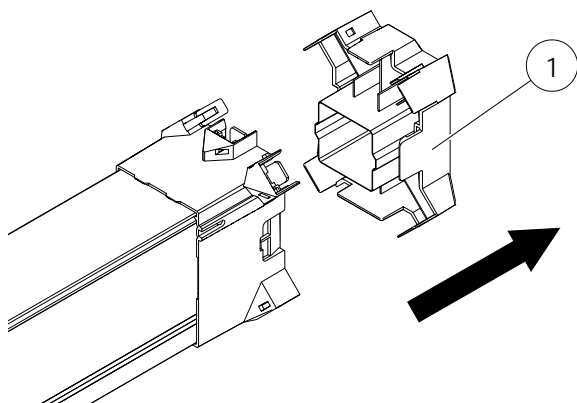

Abb. 120: Endkappe (Pos. 1) abziehen
- Endkappe (Pos. 1) abziehen (siehe Abb. 120)